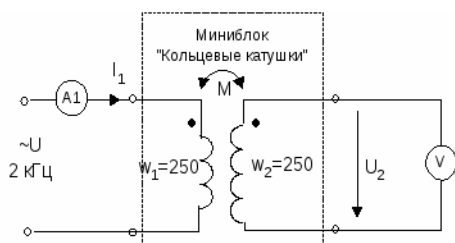

Рис. 3.1
индуктивности двух соосных одинаковых катушек от расстояния между ними. Опытным путём взаимная индуктивность двух катушек определяется из опыта, принципиальная схема которого изображена на рис. 3.1.
1. Установите на наборную панель миниблок «Кольцевые катушки» и сделайте все необходимые соединения согласно принципиальной схеме опыта (рис. 3.1)